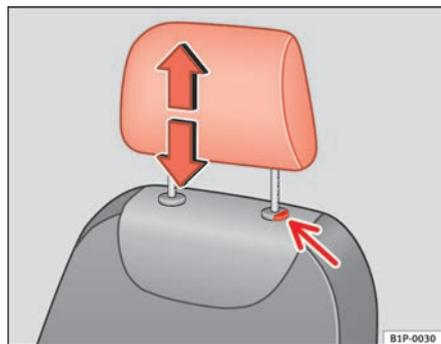

Fig. 90 Poggiatesta:
- Premere il tasto ⇒ fig. 90 (freccia).